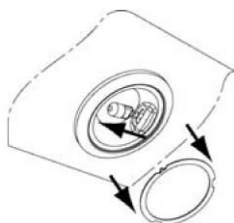

Fig. 3
1. Desencaixe a lente da lâmpada (fig. 3).